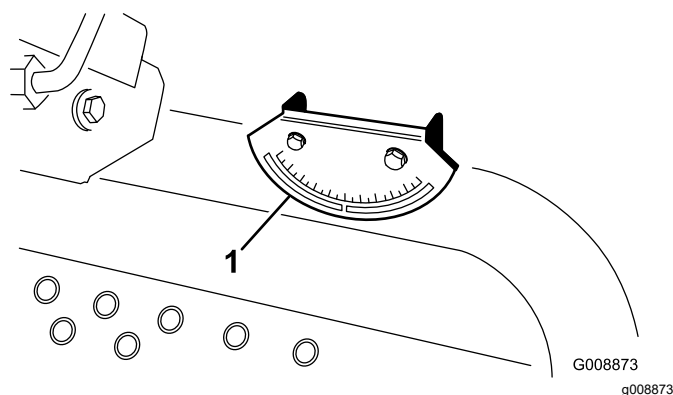

Figura 6
2. Verifique o nivelamento da máquina colocando um inclinómetro (fornecido com a máquina) na calha do chassis próximo do depósito de combustível (Figura 6). Quando observado